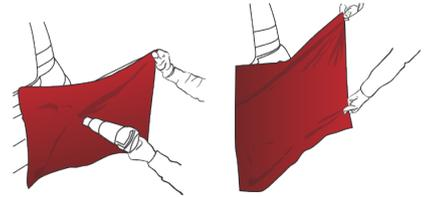
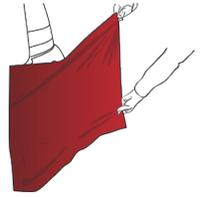

Abbildung 13
Abbildung 14
- › Die Folie ist auf 40 °C bis 50 °C zu erhitzen (Abb. 13) und so zu spannen, dass die konvexe Fläche vollständig bedeckt wird. (Abb. 14)
⚠ *Das Erwärmen der gespannten Folie (Abb. 13) (Abb. 18) muss äußerst vorsichtig durchgeführt werden. Die Heißluftpistole darf nicht im rechten Winkel zur Oberfläche gehalten werden. Sie sollte so geneigt sein, dass eher großflächig erwärmt wird. Dabei muss die Heißluftpistole immer bewegt werden. Das Erhitzen eines kleinflächigen Bereichs kann zu einer Beschädigung der Folie führen.*